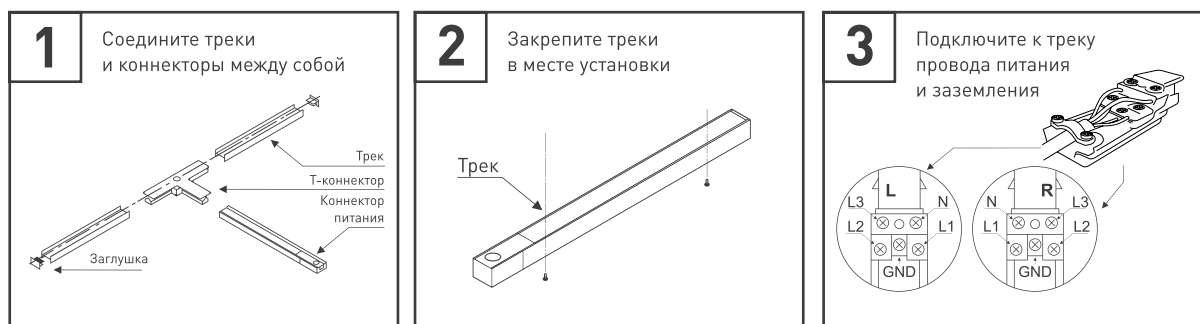

Рис. 2. Установка светильника в трек
- На коннекторе питания открутите винт и снимите крышку. Подсоедините провода, подводящие питание, к винтовым клеммам согласно рис. 2. Используйте 5-жильный кабель. Обязательно подключите защитное заземление к клемме GND.